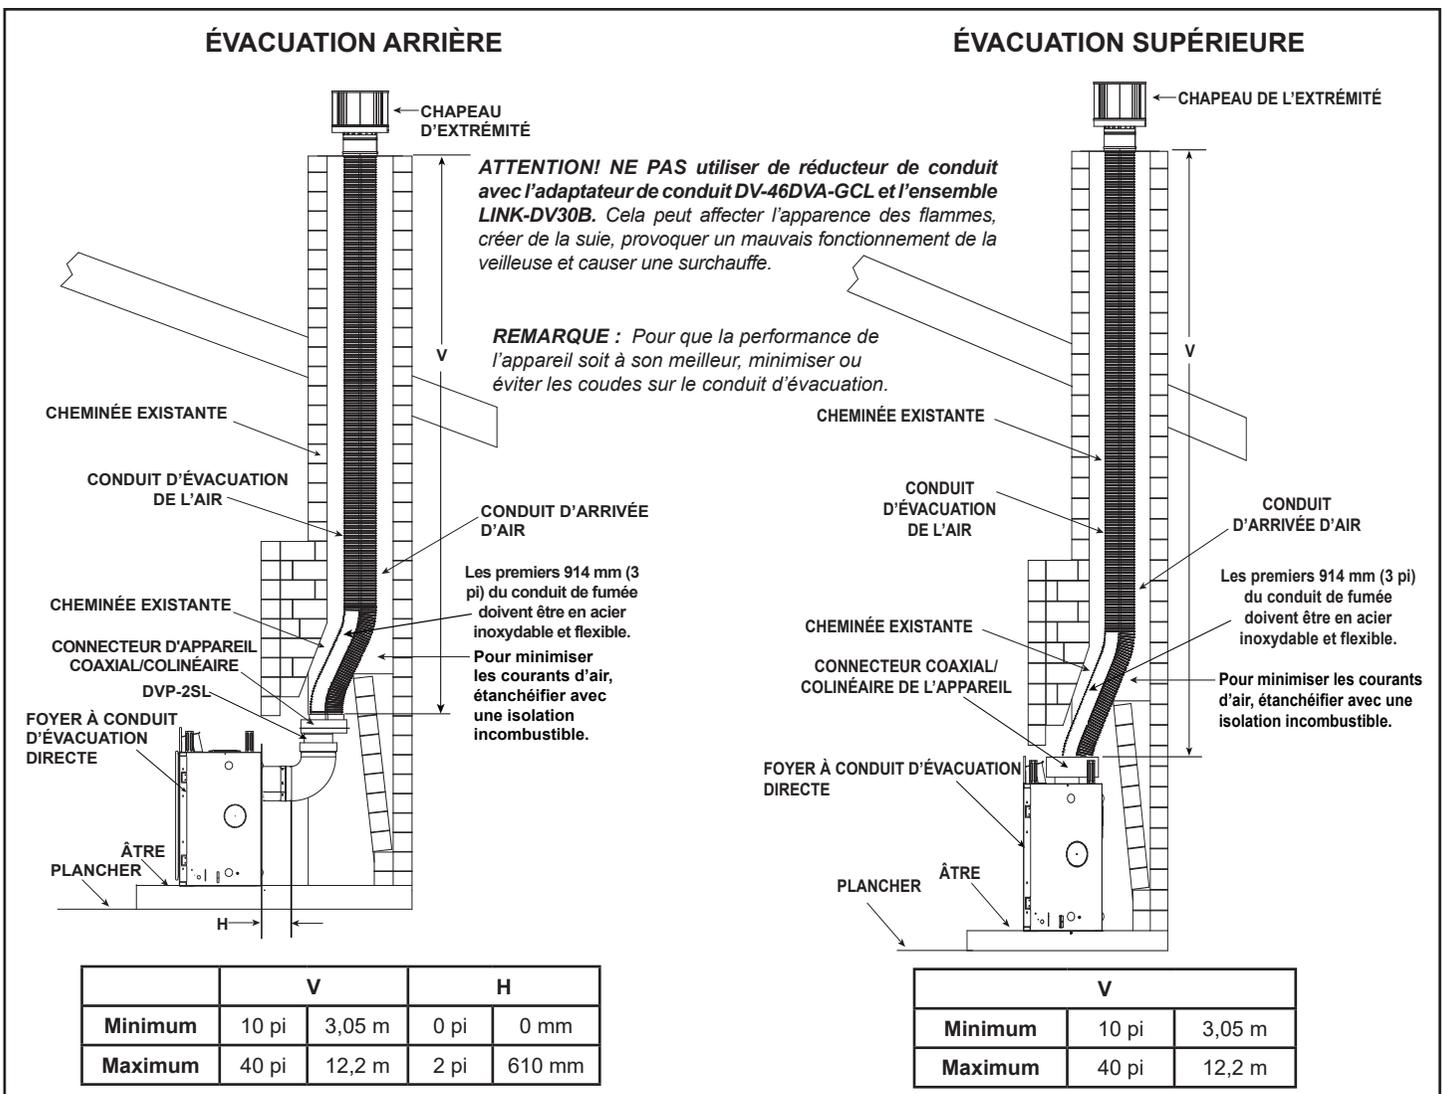

Figure 4.29
- Le cas échéant, enlevez le couvercle du conduit supérieur et l'isolation. Voir la section 6 « Préparation de l'appareil ». Fixez l'adaptateur DV-46DVA-GCL au col de départ de l'appareil au moyen de vis autotaraudeuses de 89 mm (3-1/2 po). Voir la figure 4.29.
- Le cas échéant, enlevez le couvercle du conduit arrière et l'isolation. Connectez l'adaptateur DVP-2SL à la partie verticale du coude. Suivez les instructions d'installation jointes à l'ensemble DVP-2SL. Fixez l'adaptateur DV-46DVA-GCL au DVP-2SL au moyen de vis autotaraudeuses de 89 mm (3-1/2 po) Voir la figure 4.29.